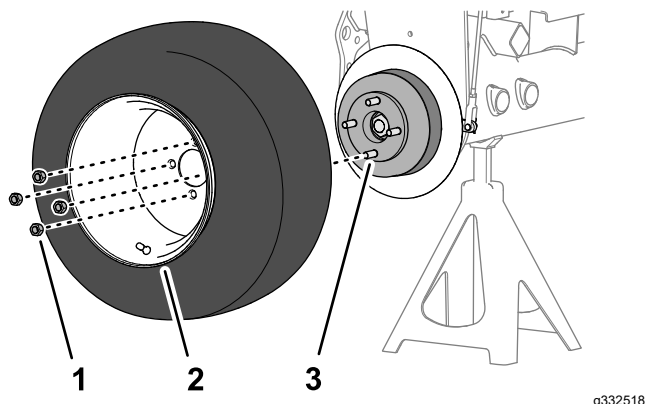

Figura 86
1. Montate la ruota sul mozzo con i 4 dadi a staffa (Figura 86) e serrate i dadi a staffa manualmente.